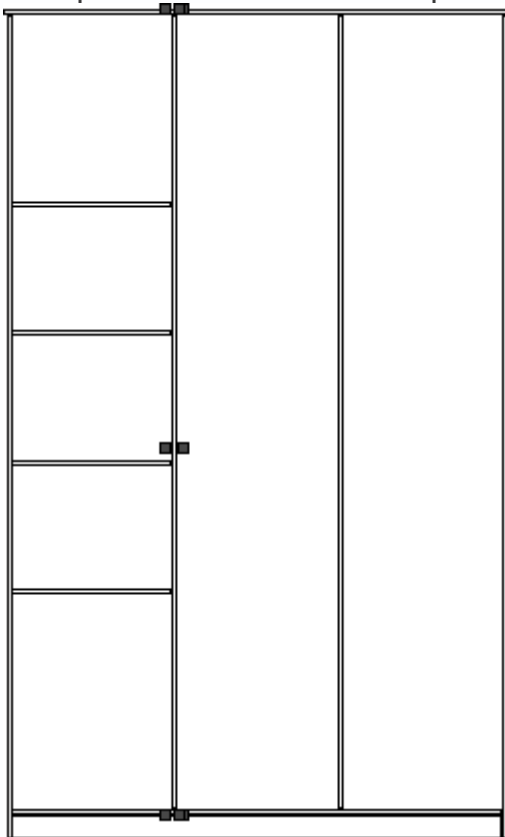

Рис. 7.28. Добавление полок в шкаф
4. Нажмите кнопку Применить над списком расстояний между полками – вы получите изображение полок на чертеже (рис. 7.28).